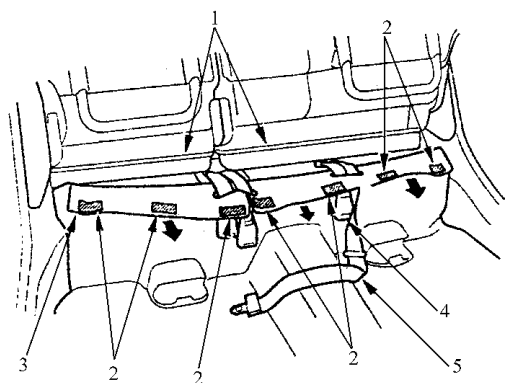

图 11-10 拆卸地毯后面的紧固件
3) 下沉式座椅：如图 11-10 所示，从后排座椅 2 个靠背的底部，解开地毯后面的紧固件。通过地毯上的狭缝，将后排座椅安全带搭扣和后排中间座椅腰部安全带滑出来。